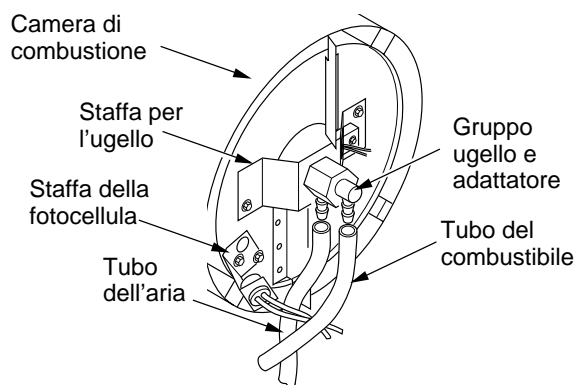
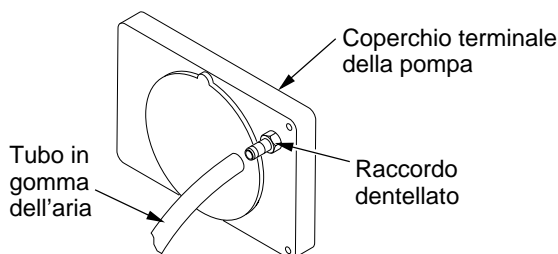

Figura 17. Scollegamento dei tubi in gomma del combustibile e dell'aria (solo per il modello GK20)
Figura 21. Collegamento tra il tubo dell'aria e il raccordo dentellato
4. Controllare se i tubi in gomma del combustibile e dell'aria sono incrinati o forati. Se il tubo del combustibile è danneggiato, scollegarlo dal raccordo dell'ugello (vedere la Figura 17 o 18, pagina 12) e dal filtro del combustibile (vedere a pagina 9). Se il tubo dell'aria è danneggiato, scollegarlo dal raccordo dell'ugello (vedere le Figure 17 e 18, pagina 12) e dal raccordo dentellato sul coperchio terminale della pompa (vedere la Figura 21).
5. Installare il tubo del combustibile o dell'aria nuovo (o entrambi). Il tubo dell'aria va collegato al raccordo dentellato sul coperchio terminale della pompa (vedere la Figura 21) e al raccordo dell'ugello (vedere le Figure 17 e 18, pagina 12). Il tubo del combustibile va collegato al filtro del combustibile (vedere a pagina 9) e al raccordo dell'ugello (vedere le Figure 17 e 18, pagina 12). Se il riscaldatore è un modello GK20, disporre i tubi del combustibile e dell'aria approssimativamente come illustrato nella Figura 17, pagina 12.